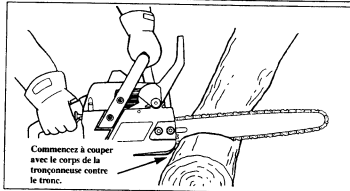

Figure 19
- Commencez la coupe avec le corps de la tronçonneuse contre le tronc. Figure 19.